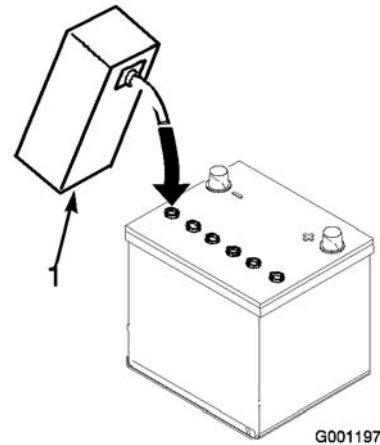

Bild 9
3. Füllen Sie vorsichtig in jede Zelle Elektrolyt ein, bis die Platten ungefähr mit 6 mm Flüssigkeit bedeckt sind (Bild 9).
4. Lassen Sie die Elektrolytflüssigkeit für 20 bis 30 Minuten in die Platten durchtränken. Füllen Sie nach Bedarf auf, um den Elektrolytfüllstand auf ungefähr 6 mm unter dem Einfüllstutzen anzuheben (Bild 9).